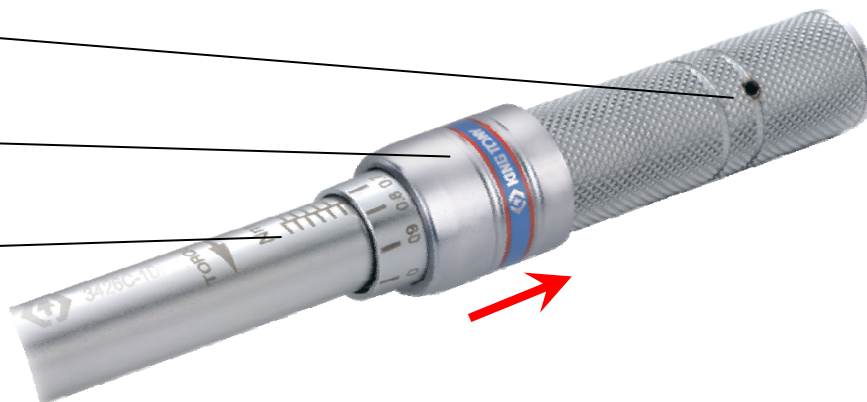

Рис. 2.
- Перед началом работы с ключом серии 3426С необходимо произвести настройку ключа (Рисунок 2):